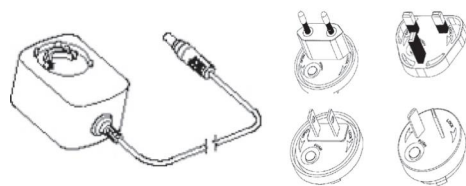

Fig. 1
- Steckernetzteil, siehe Fig. 1